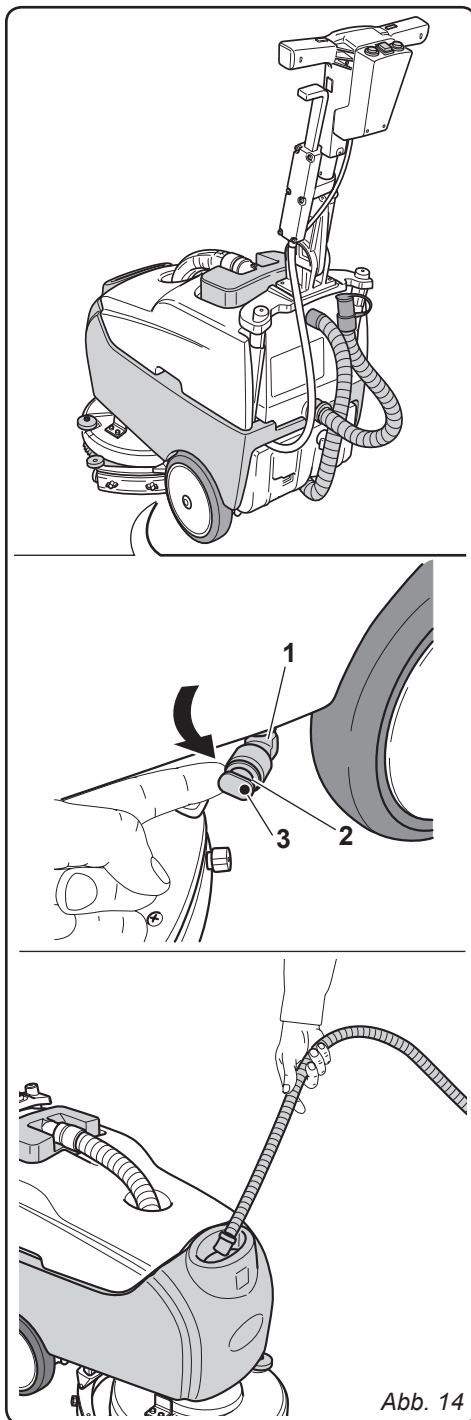

Abb. 14
11.1.a - Leeren und Reinigen des Frischwassertanks (Abb. 14)